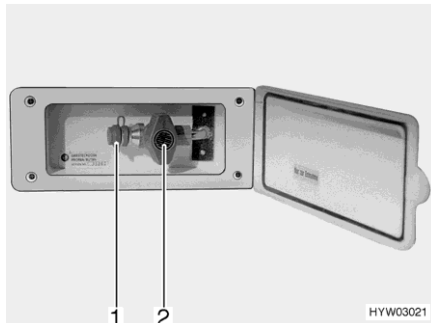

Fig. 79 Raccordement externe de gaz (robinet d'arrêt de gaz fermé)
- Raccorder l'appareil à gaz externe sur le raccord (Fig. 79,1).
- Ouvrir le robinet d'arrêt de gaz (Fig. 79,2).